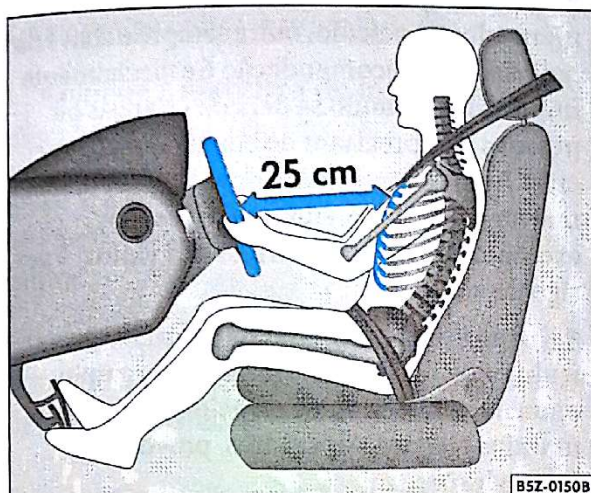

Fig. 95 Detalhe: posição correta do condutor
- Ajuste o banco do condutor, de modo que a distância entre o volante e o peito seja de, no mínimo, 25 cm ⇒ fig. 95 para que o cinto de segurança atue com máxima eficácia em caso de acidente.